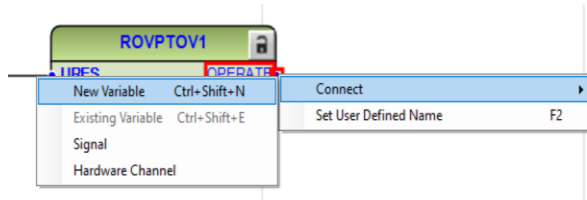

Imagen 272_ Conexión de una nueva variable al puerto de salida OPERATE del bloque ROVPTOV1.
4.1.39 Del lado de la salida seleccionamos con clic derecho en la salida “OPERATE”, seleccionando “Connect - New Variable” como se observa en la **Imagen 272**.